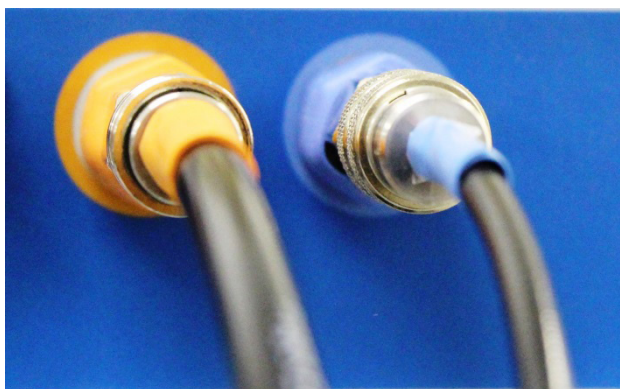

FIGURA 13: CONECTORES PNEUMÁTICOS CODIFICADOS POR CORES
3. Insira as conexões correspondentes nos conectores pneumáticos conforme mostrado abaixo na Figura 13. O anel deslizante precisará ser empurrado manualmente no conector laranja.